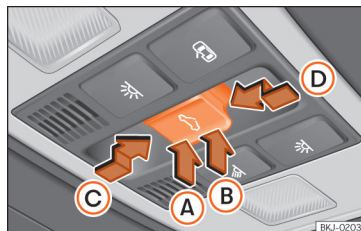

Abb. 141 Im Dachhimmel: Bedienelement für Panorama-Schiebedach.
Die Taste **Abb. 141** hat zwei Stufen. In der ersten Stufe kann das Glasdach ausgestellt sowie ganz oder teilweise geöffnet oder geschlossen werden.
- Innerhalb von etwa 5 Sekunden nach der Aktivierung des Einklemmschutzes, drücken Sie die Taste  » » **Abb. 141** bis zur zweiten Stufe in Pfeilrichtung » » **Abb. 141**  bis das Dach vollständig schließt.